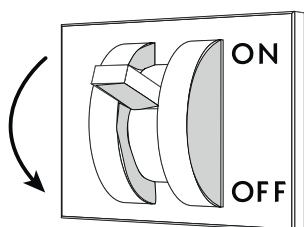

Fig. 58
- Couper la tension électrique au meuble réfrigéré en intervenant sur l'interrupteur-sectionneur général mural ("Fig. 58").